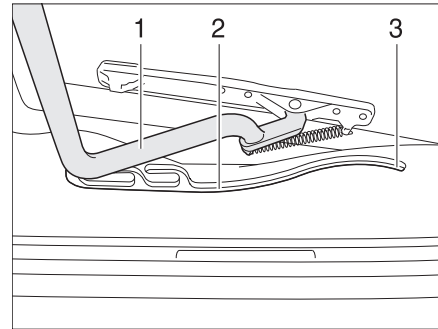

Bild 44 Heki-Dachhaube, Führung
- Den Bügel (Bild 44,1) in den Führungen (Bild 44,2) bis in die hinterste Position (Bild 44,3) ziehen.
- Den Bügel (Bild 44,1) mit beiden Händen leicht nach oben drücken.
- Den Bügel in den Führungen (Bild 44,2) bis zur gewünschten Stellung ziehen.